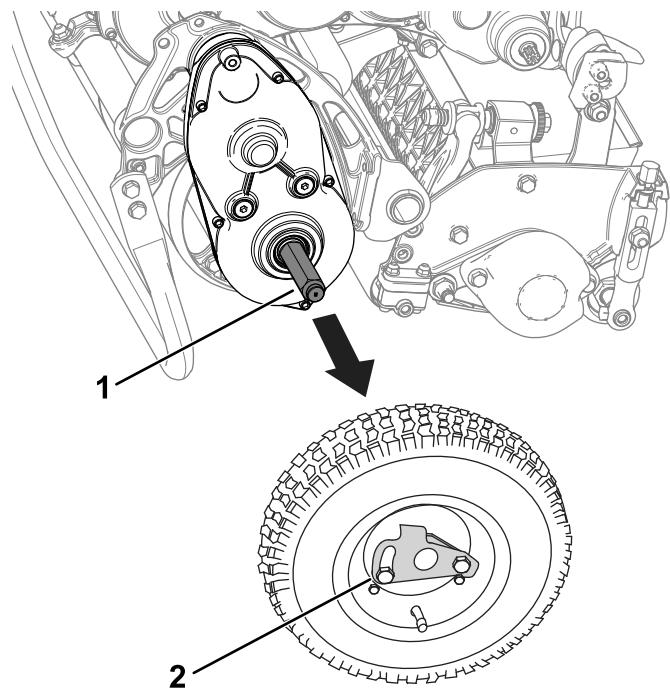

Bild 16
3. Entfernen Sie die Transporträder, indem Sie die Radbefestigungsclips aus den Achsen schieben (Bild 16).